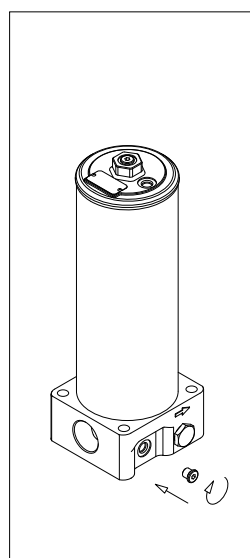

fig. 16
- (Fig. 16) Serrare il tappo di drenaggio facendo riferimento alla tabella delle coppie di serraggio al paragrafo 3